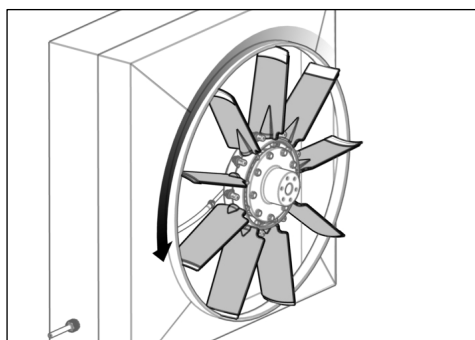

Fig. 33
- 29) Tourner le ventilateur à la main (voir Fig. 33).